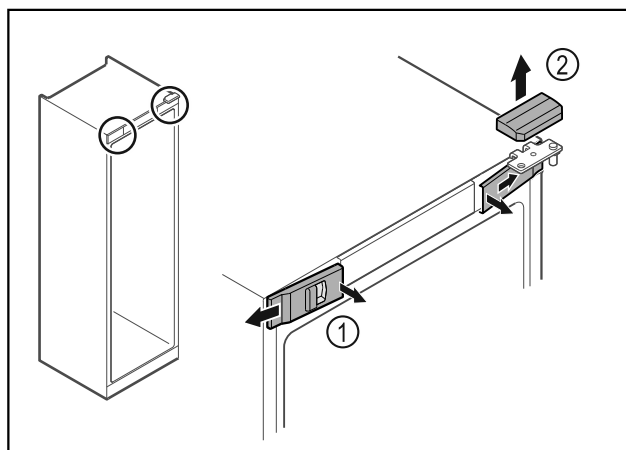

Fig. 15
- ▶ Pattintsa ki belül az elülső burkolatokat Fig. 15 (1), és tegye félre.
- ▶ Vegye le felfelé a felső burkolatot Fig. 15 (2).